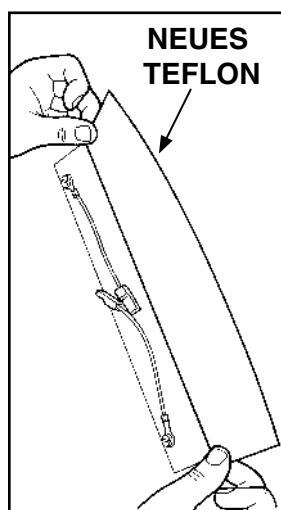
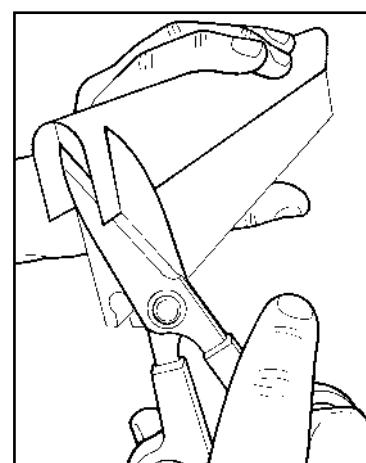

Fig. 2
Fig. 3
- Setzen Sie die Schutzkappe **D** in die mittlere Bohrung gemäß (**Abb. 2**).
- Putzen Sie mit einem in Reinigungs- bzw. Desinfektionslösung getränkten weichen Tuch den Boden und die Seitenwände der Vakuumkammer (**Abb. 3**); gehen Sie zum Einbau nach der Reinigung in umgekehrter Reihenfolge vor.
- Bringen Sie das neue Band (**Abb. 2**) an und schneiden Sie die überschüssige Länge an den Enden ab (**Abb. 3**).